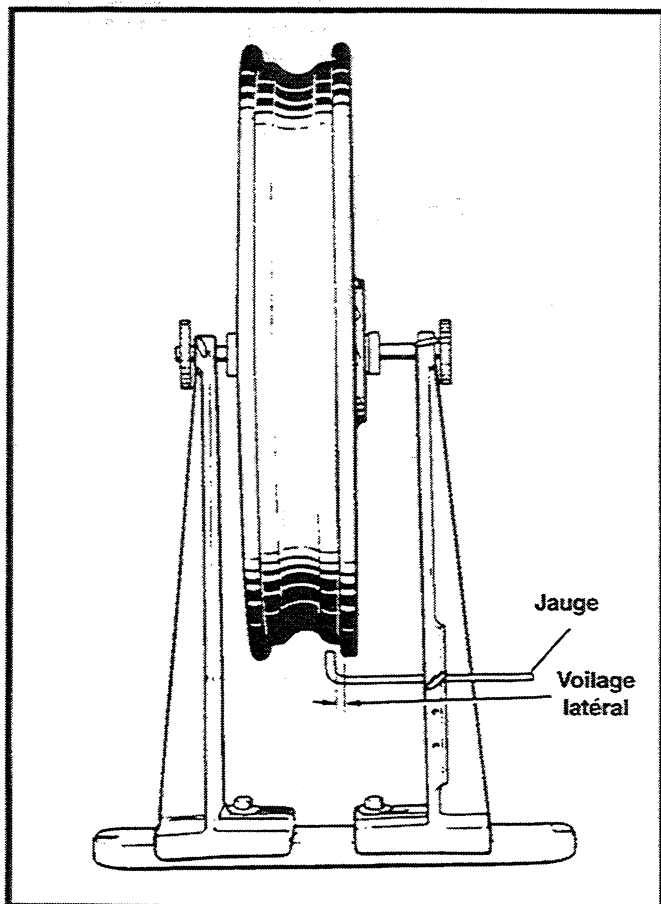

Figure 2-18. Vérification du voilage latéral de la jante
1. Voir Figure 2-18. Installez l'axe de centrage dans le moyeu et la roue dans le SUPPORT DE CENTRAGE (réf. HD-99500-80). Serrez les écrous de l'axe pour que le moyeu tourne sur ses roulements. Pour vérifier le voilage latéral de